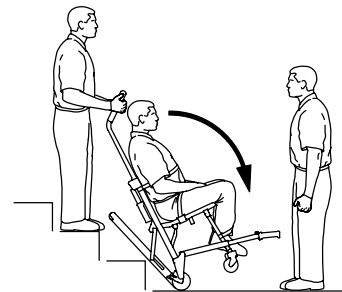

Figura 13 – Fundo das escadas
10. Operador na extremidade do lado dos pés: Quando o mecanismo de rodagem chegar ao último degrau, solte as pegas da frente. Operador na extremidade do lado da cabeça: Permita que a cadeira se incline para a frente (Figura 13) até que as quatro rodas estejam no chão. Rode a cadeira (consulte *Transportar o ocupante em superfícies planas* (página 12)).